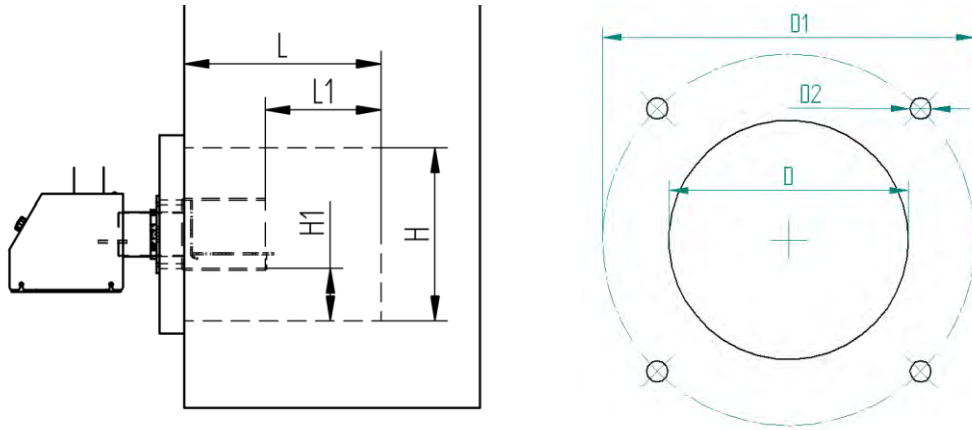

Рисунок 5 Требования к топке котла
Длина топки котла L (рисунок 5) должна быть, как минимум, в два раза больше камеры сгорания. Для горелки PV 20a (PV30a) приемлемым является как минимум 350 (400) мм оставляя L_1 примерно 190 (200) мм. Высота должна быть достаточной, чтобы оставить H_1 ниже горелки приблизительно на 100 мм для золы.